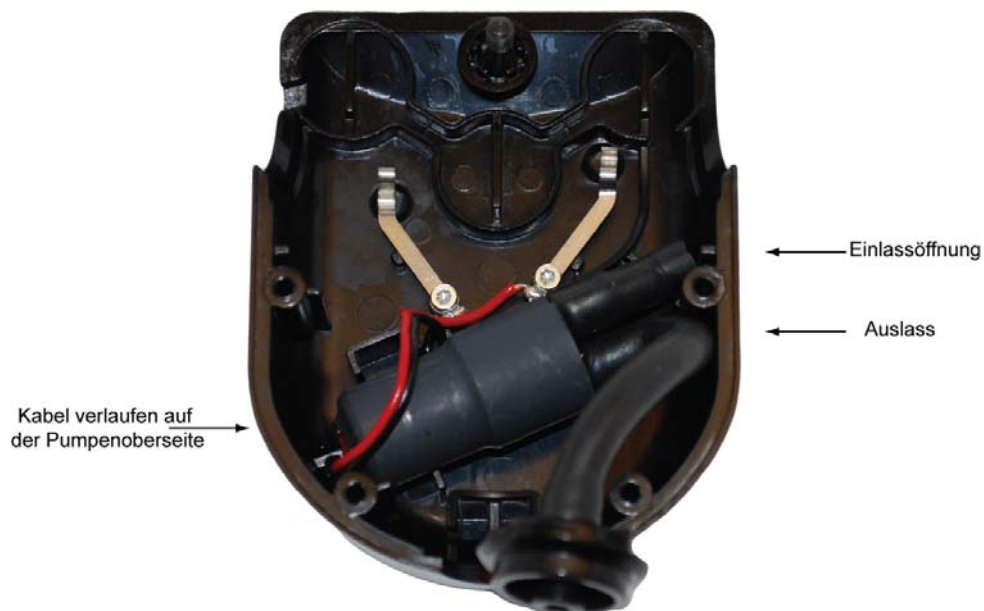

Abbildung 5-8. Pumpenleitungen
- 12) Platzieren Sie die Pumpenanordnung im Gehäuse, wobei die Anschlüsse sich übereinander befinden. Der EINGANGSanschluss muss höher als der AUSGANGSanschluss sein. Prüfen Sie, dass die Leitungen oben auf der Anordnung verlaufen, wie in Abbildung 5-8 dargestellt.